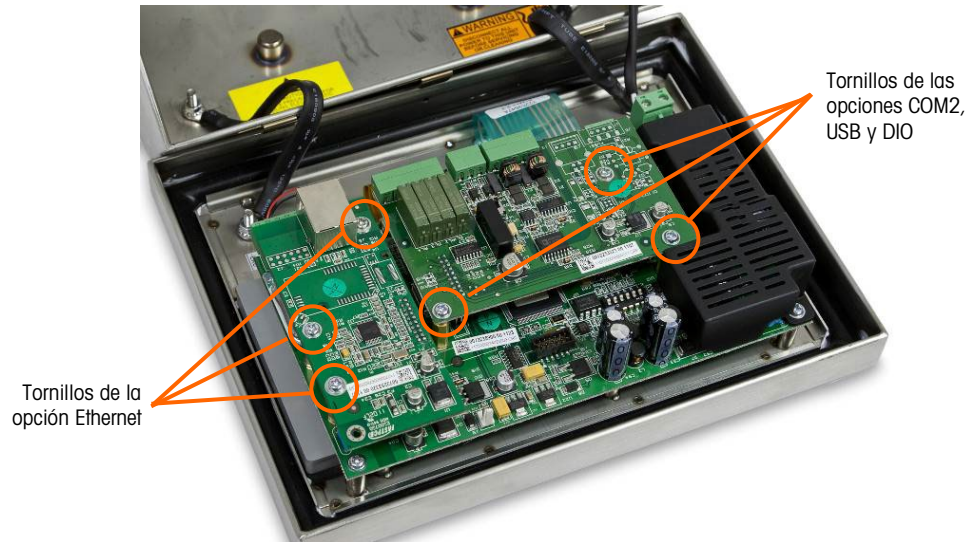

Figura 5-17: Remoción de tarjetas opcionales
2. Use un destornillador mediano Phillips para retirar los tornillos que fijan la tarjeta opcional en su base de montaje. Cada tarjeta estará fijada con tres tornillos. Consulte la Figura 5-17.
1. Coloque la tarjeta opcional sobre el conector correspondiente en la tarjeta principal y los tres orificios de montaje identificados en la Figura 5-17.